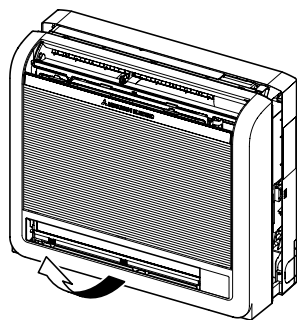

Fig. 3-4
- ④ Verwijder het voorste rooster in opwaartse richting. (Fig. 3-4)